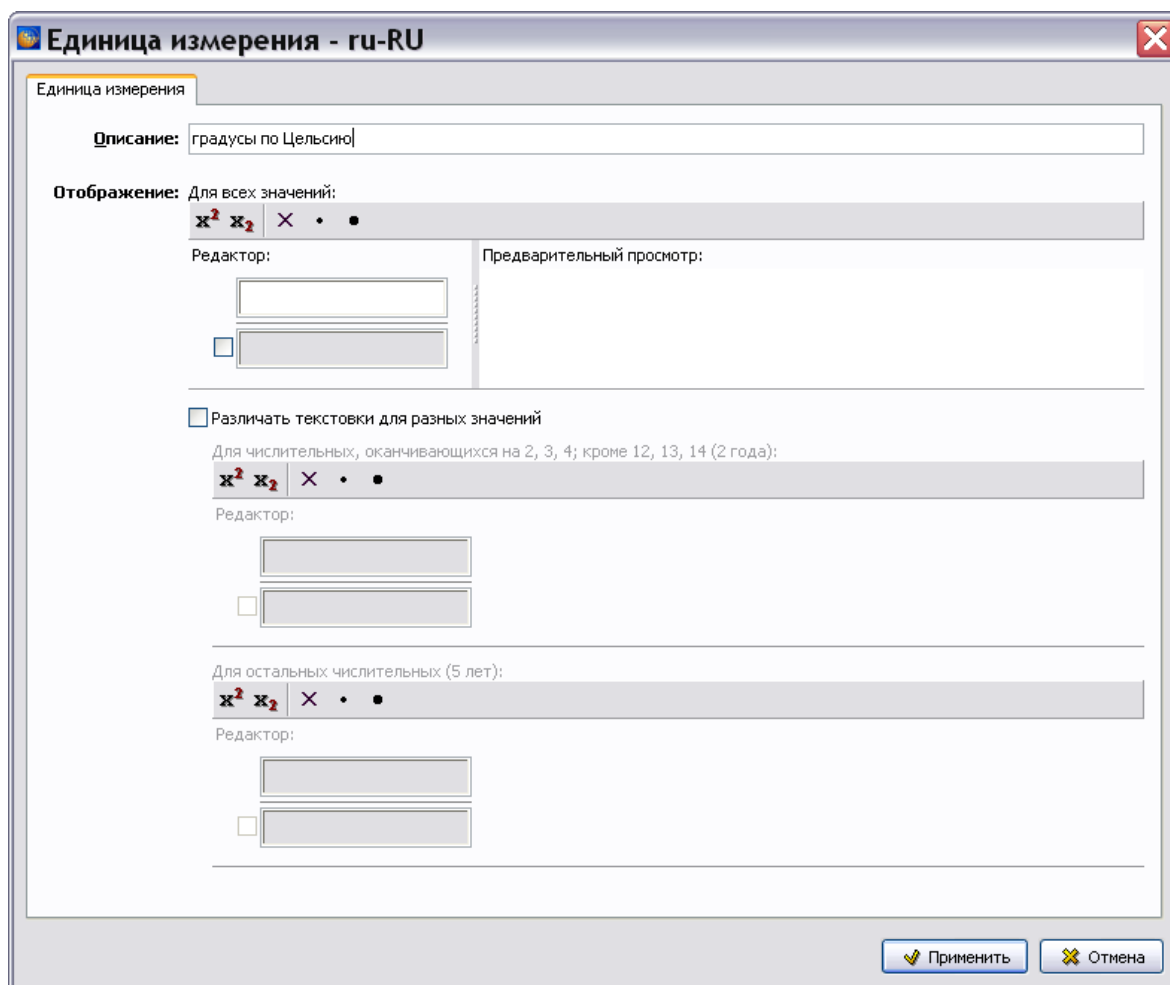

Рисунок 124
2) Щелкните по выделенной строке два раза левой кнопкой мыши. После этого появится окно **Единица измерения – ru-RU** (рисунок 124).